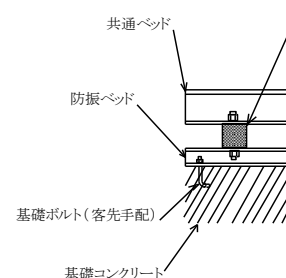

図 3 床置型防振材取付部詳細図（例）
- ② 防振ベッドの下にはモルタルを流し、基礎と密着するように施工してください。(図3)
(2) 天井吊型
- ① 天井にあらかじめ埋め込まれた吊りボルトにより、ファンのベッドを水平に、4本の吊りボルト全部に荷重がかかるよう